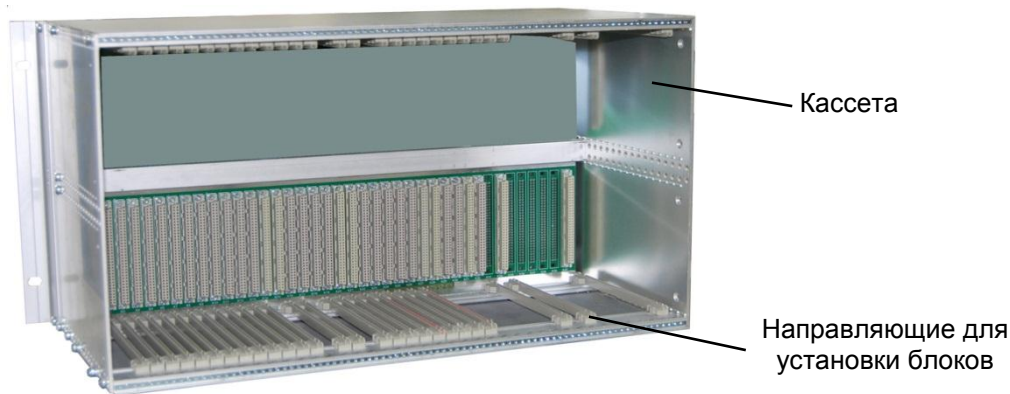

Рисунок 4 – Внешний вид кассеты
1.3 Терминалы серии ЭКРА 200 (см. рисунок 3) выполняются в виде кассеты с набором унифицированных блоков, защищенных от внешних воздействий металлическими плитами (см. рисунок 4). Конструктивные исполнения терминала и модуля расширения приведены в таблице 1.
Блоки устанавливаются в кассету по направляющим с задней стороны терминала (см. рисунок 4). Блок индикации (лицевая плата с органами индикации и управления) устанавливается с передней стороны терминала. Блок преобразователя и блок связи устанавливаются в блок логики.